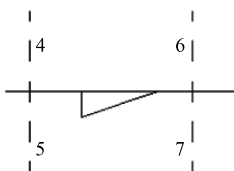
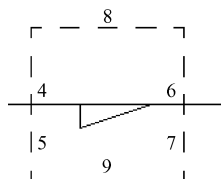

图 5-35 偏移直线
图 5-36 更改图层属性
(6) 单击“默认”选项卡“修改”面板中的“偏移”按钮，将直线 4 和直线 5 向右偏移 24 mm，如图 5-35 所示。
(7) 返回实线层。单击“默认”选项卡“绘图”面板中的“直线”按钮，在对象捕捉绘图方式下，用鼠标分别捕捉直线 4 和直线 6 的上端点，绘制直线 8。采用相同的方法绘制直线 9，得到两条水平直线。
(8) 选中直线 8 和直线 9，单击“默认”选项卡“图层”面板中的“图层”下拉按钮，在弹出的下拉列表中选择“虚线层”选项，将直线 8、直线 9 图层属性设置为“虚线层”，如图 5-36 所示。